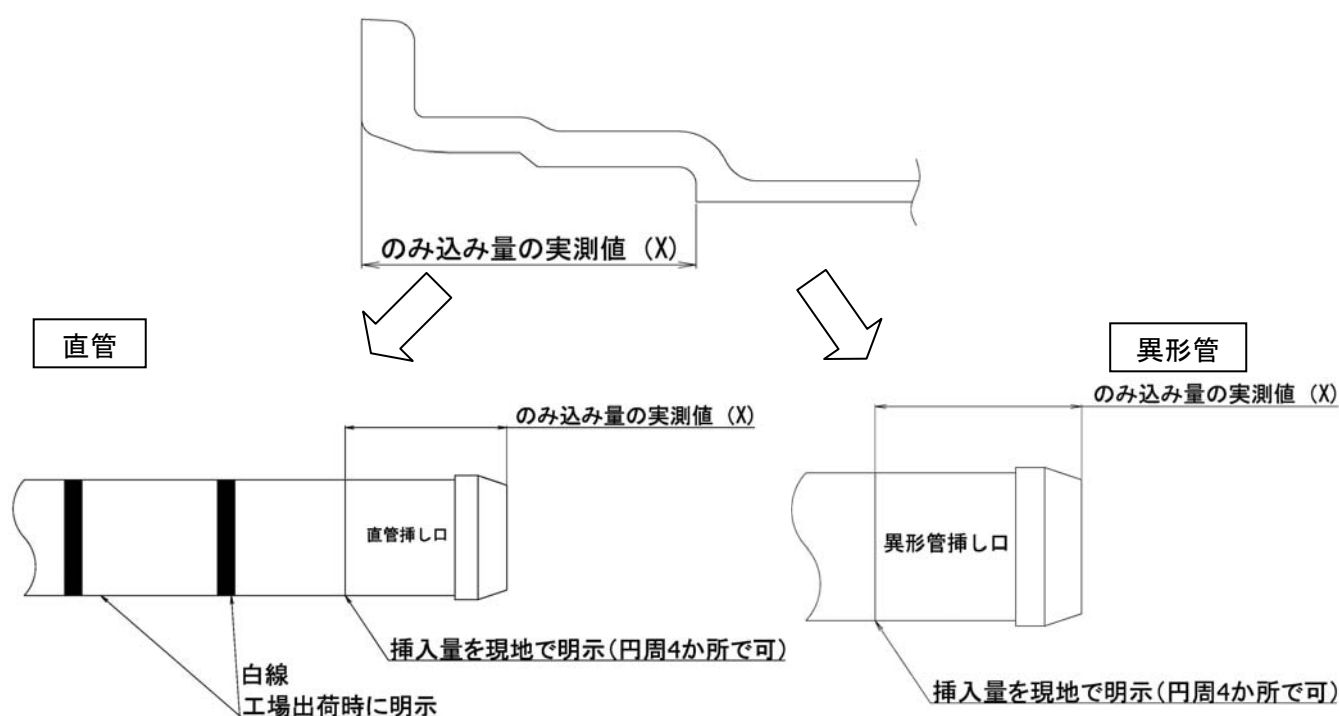
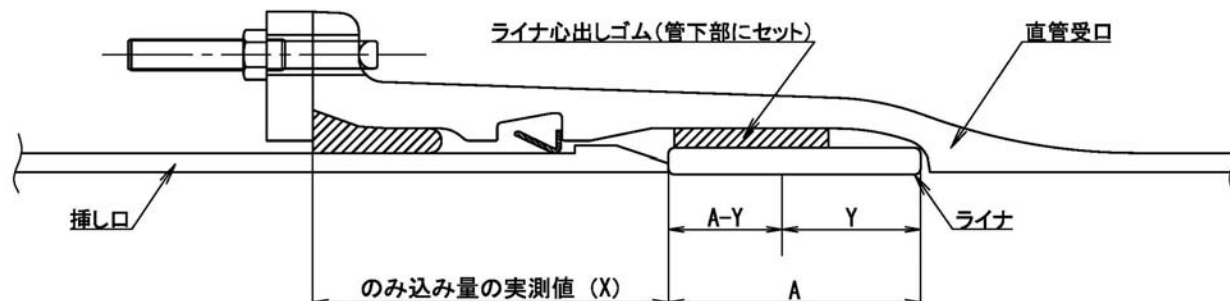

図 21 挿し口の挿入量 (X)
図 26 ライナ使用時の接合構造
押輪およびゴム輪を挿し口にセットする前に、異形管受口端面から受口奥部までののみ込み量の実測値 (X) を測定する。それを挿し口の挿入量 (X) として挿し口外面全周 (または円周 4 ヶ所) に白線で明示する (図 21 参照)
管路の一体化長さ範囲内にある直管の受口にはライナおよびライナ心出しゴムを用いる。また、直管の受口に異形管挿し口を接合する場合もライナおよびライナ心出しゴムを用いる。(図 26 参照)
ロックリングをセットする前に、P26 図 26 を参照して直管受口端面からライナまでの、のみ込み量の実測値（X）を測定する。それを挿し口の挿入量（X）として、挿し口外面全周（または円周 4 ヶ所）に白線で明示する。（P22 図 21 参照）
挿し口は、図 26 に示すように挿し口先端がライナと接触する状態まで挿入する。